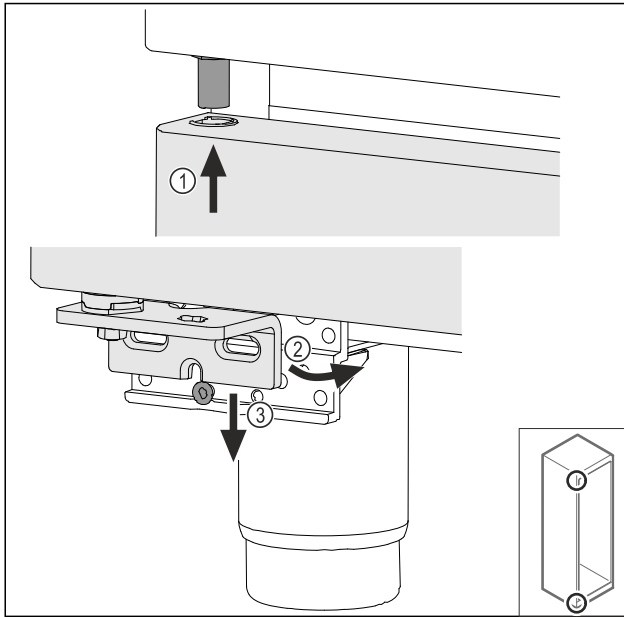

Fig. 45
- Šiek tiek pavertę duris, įstatykite jas viršuje Fig. 45 (1), išlygiuokite tiesiai Fig. 45 (2) ir užmaukite ant atraminės gembės varžto Fig. 45 (3).